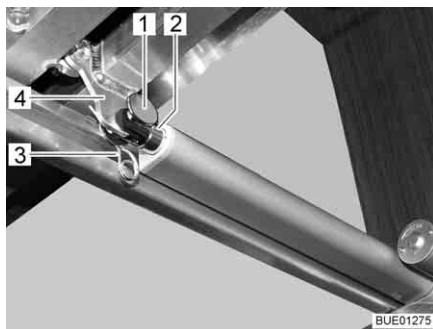

Bild 93 Drivning
- Lossa förbindelsen (t.ex. stift och fjäderkontakt (Bild 93,1 och 3)) mellan skjutstången (Bild 93,2) och ribbotten (Bild 93,4).